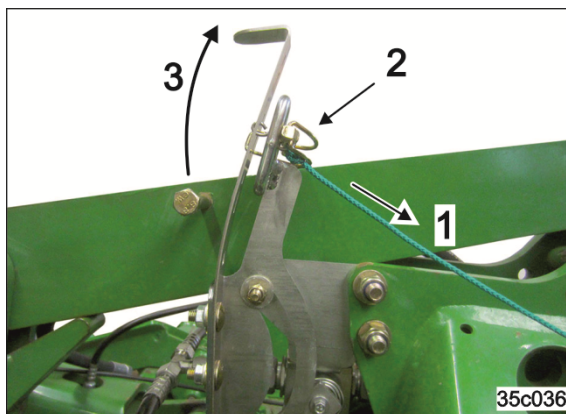

Fig. 134
1. Accionar el cable de tracción blanco y tirar de ojete de cable a través de la corredera (Fig. 134/1).
2. Inmovilizar el ojete de cable con el pasador elástico (Fig. 134/2).
3. El gancho de accionamiento está fijado en la posición delantera y no está agarrado por el tornillo de accionamiento (Fig. 134/3).